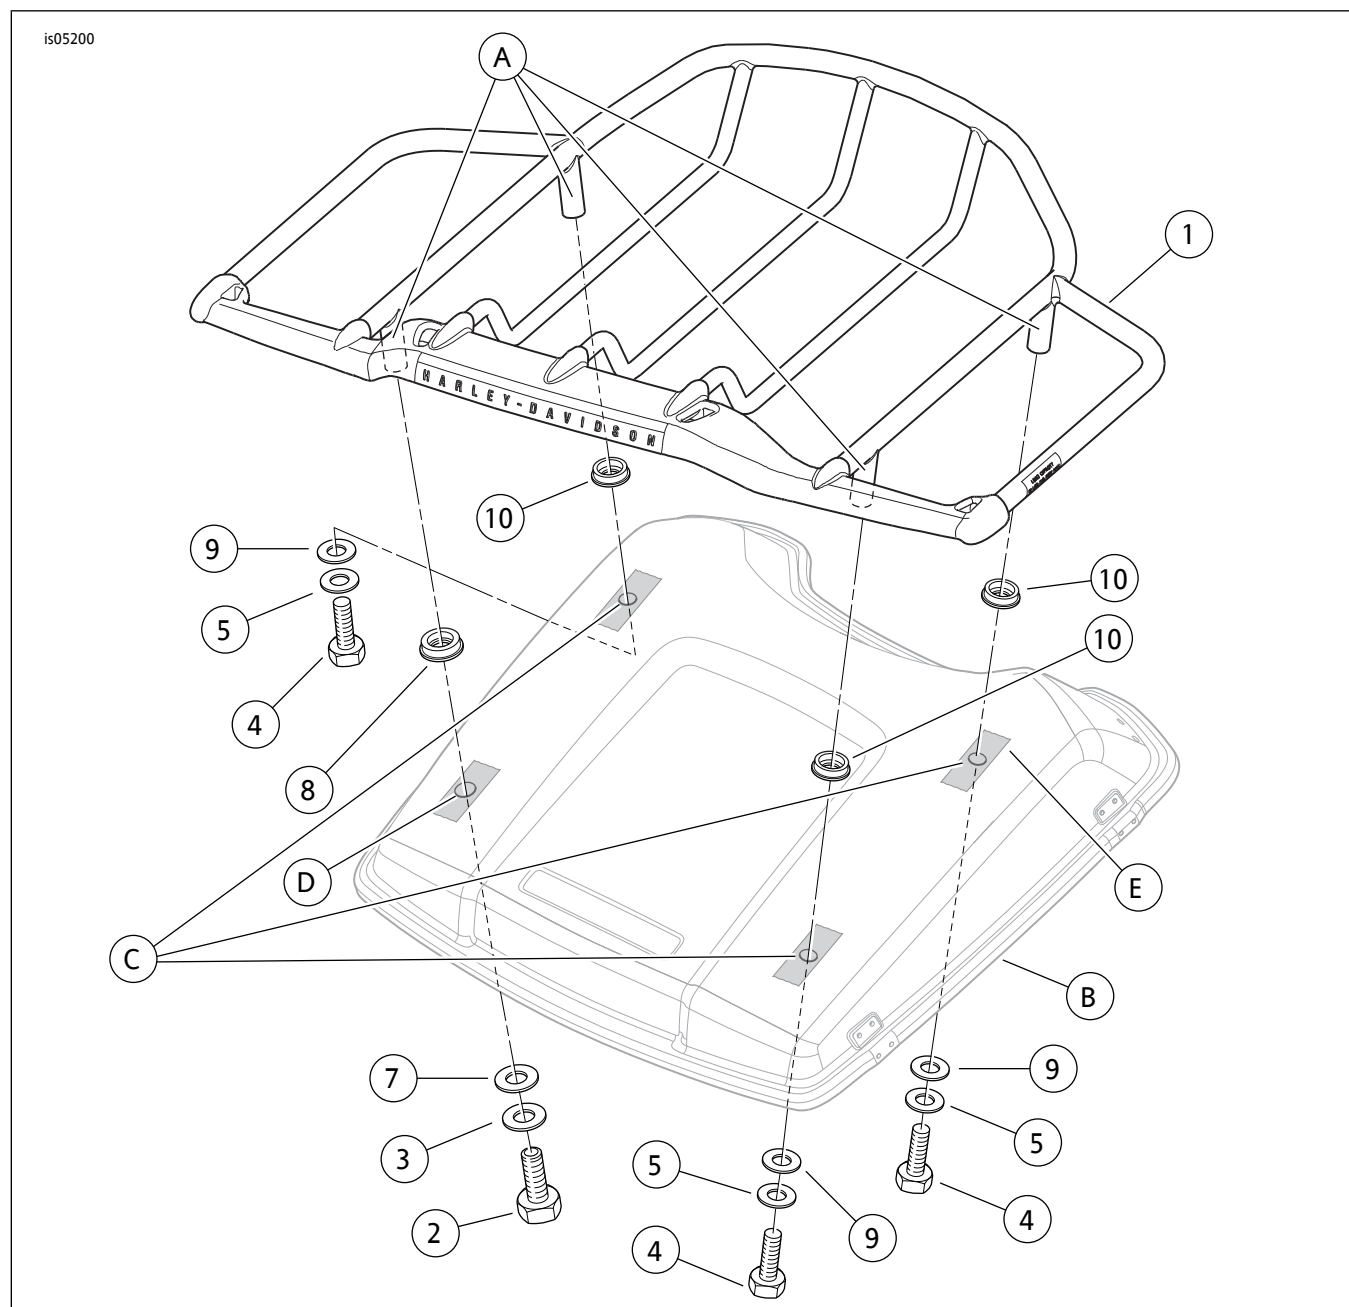

图1。维修零件：AirWing Tour-Pak盖尾箱架
参见图1和表1。
2. 参见图1。将直径较大的安装垫(8)滑至左后支腿上。将三个直径较小的安装垫(10)滑至其余各安装支腿(A)之上。将尾箱架定位至Tour-Pak盖上所需的位置，使Harley-Davidson(哈雷戴维森)字样处于后部。